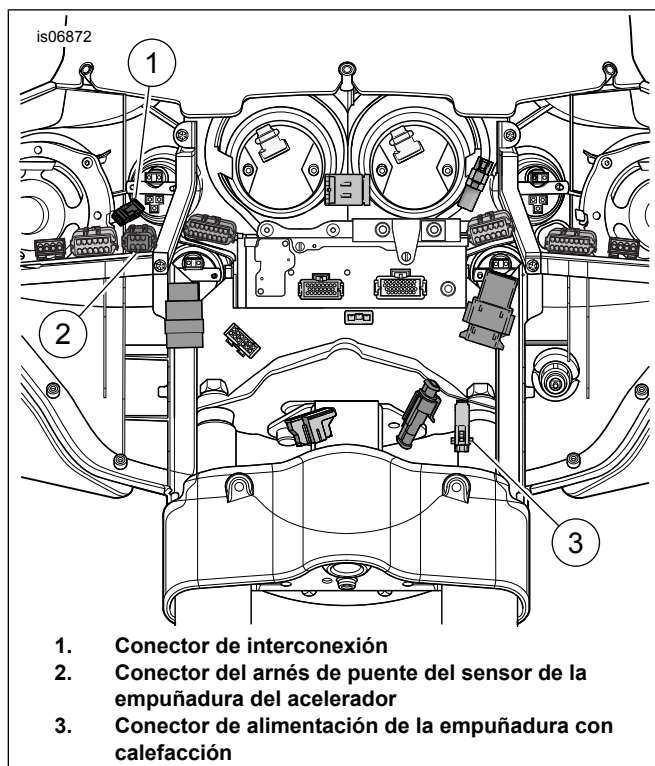

Figura 5. Cableado del fuselaje (Modelos FLH)
Vea Figura 5 . El conector de alimentación de empuñaduras (3) tiene una tapa que se debe retirar antes de conectar al cableado del vehículo.
2. Vea Figura 5 . Conecte la mitad del conector de alimentación de la empuñadura del lado izquierdo al conector de alimentación de empuñadura (3).
3. Conecte (1) al conector de empuñaduras del lado izquierdo.
- c. Conecte el conector del arnés principal del TGS del arnés de puente al conector (2).